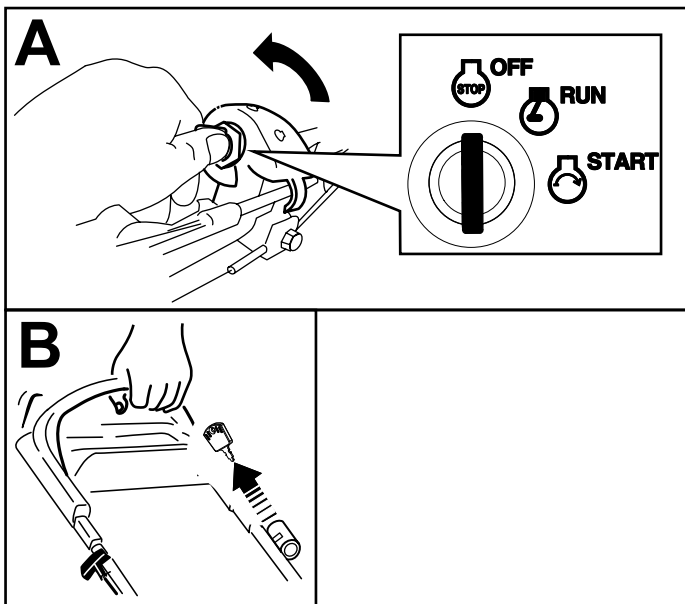

Figura 19
1. Gire la llave de contacto a la posición de DESCONECTADO (Figura 19, A).
2. Cuando el motor se apague, retire la llave del contacto y llévesela con usted cuando abandone la máquina (Figura 19, B).